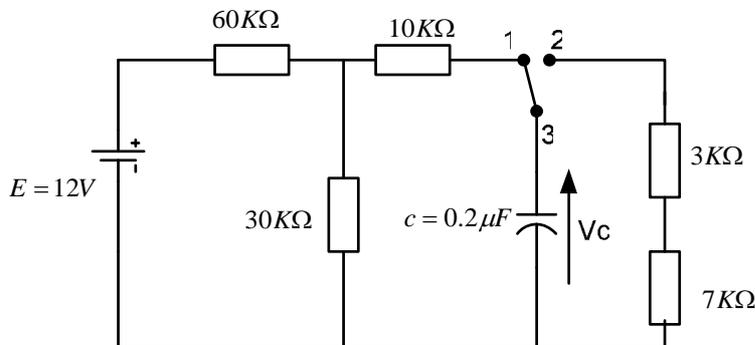

Figure 4
2. Donner, pour le circuit de la figure 4, l'expression de Vc en fonction du temps quand l'interrupteur est en :